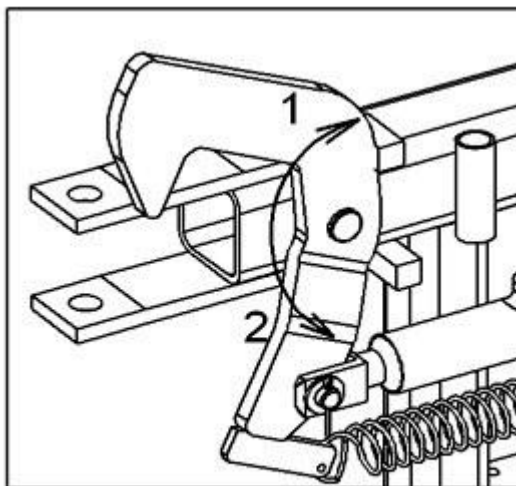

Рисунок 7
- откройте запорные крюки гидроцилиндром (рис. 7) – положение 1;
- закрыть предохранительные крюки (рис. 7) при помощи гидравлического распределителя простого действия зафиксировав боковые рамы;